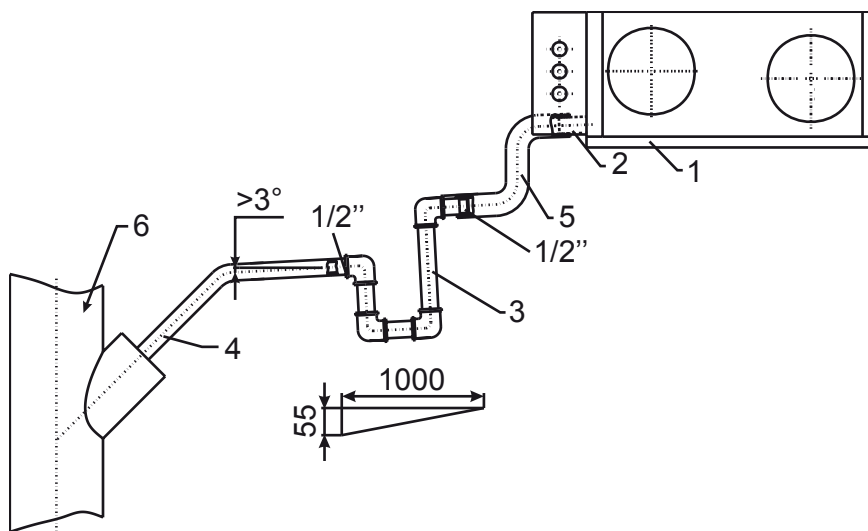

Рис. 6.1. Отвод конденсата от вентустановки.
между вентустановкой и первым ответвлением воздуховода в канале забора воздуха должен составлять $1xD$, в канале отвода воздуха — $3xD$, где D — диаметр воздуховода. При подсоединении воздуховодов используйте быстросъемные хомуты LV-MDC (рис. 6.1). Это уменьшит передачу механической вибрации от вентустановки к воздуховодам. При монтаже LV-MDC, на фланец вент. установки необходимо установить отрезок воздуховода того же диаметра и длиной 10 см.
После монтажа дренажной системы проверьте ее работу, залив в поддон отвода конденсата 0,5 литра воды (сифон (3) должен быть постоянно заполнен водой). Если вода не вытекает из поддона, устраните данную неисправность. Система отвода конденсата должна эксплуатироваться в помещениях с температурой воздуха выше 0 °С, в противном случае необходимо покрыть тепловой изоляцией всю систему отвода конденсата от вентустановки до канализационной трубы и проложить нагревательный элемент (в виде кабеля) под изоляцией. Схема отвода конденсата от вентустановки показана на Рис. 6.1.